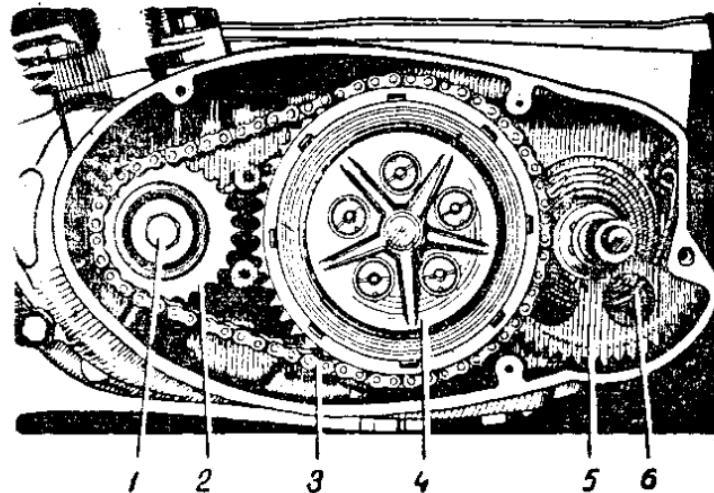

Рис. 12.
**МОТОРНАЯ ЦЕПНАЯ ПЕРЕДАЧА** — состоит из неразъемной двухрядной втулочной цепи, одетой на звездочки коленчатого вала и наружного барабана сцепления. Цепь работает в масляной ванне (рис. 12), регулировки и ухода не требует. Однако в процессе работы цепь вытягивается и увеличивается провисание.